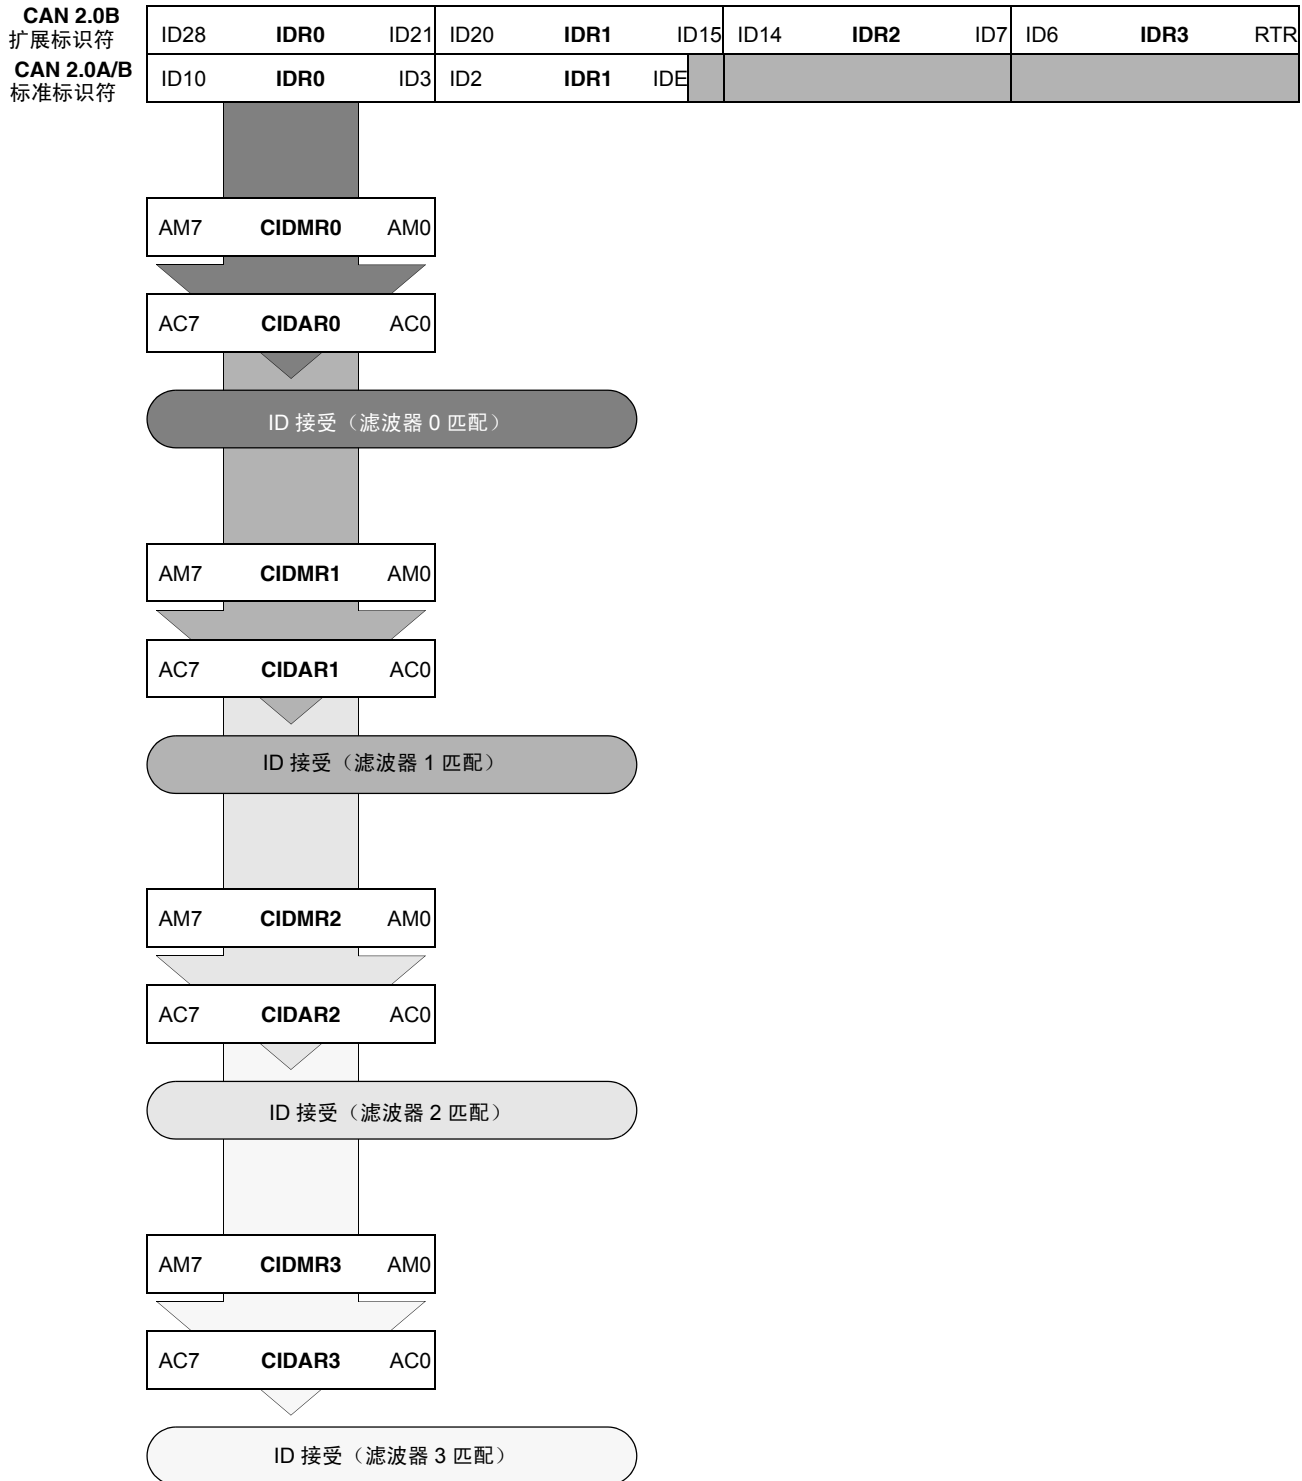

Figure 13-44. 8 位可屏蔽标识符接收滤波器
- 8 个标识符接收滤波器，每个应用于标识符的前 8 位。这种模式为符合 CAN 2.0A/B 的标准标识符或符合 CAN 2.0B 的扩展标识符的前 8 个位实施 8 个独立的滤波器。Figure 13-44 显示第一个 32 位滤波器页（CANIDAR0 - CANIDAR3、CANIDMR0 - CANIDMR3）如何产生滤波器 0-3 匹配。同样，第二个滤波器页（CANIDAR4 - CANIDAR7、CANIDMR4 - CANIDMR7）产生滤波器 4-7 匹配。